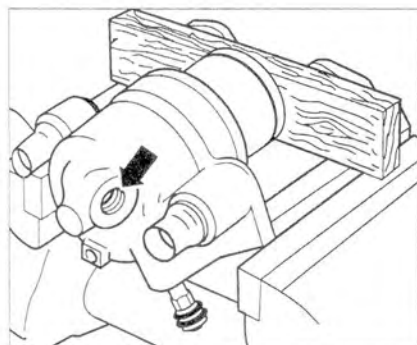

Рис. 8.13. Выпрессуйте поршень из тормозного суппорта с помощью сжатого воздуха (стрелка).
1. Выпрессуйте поршень из тормозного суппорта с помощью сжатого воздуха (стрелка) (рис. 8.13). Установите деревянную плиту так, чтобы не повредить поршень при снятии.